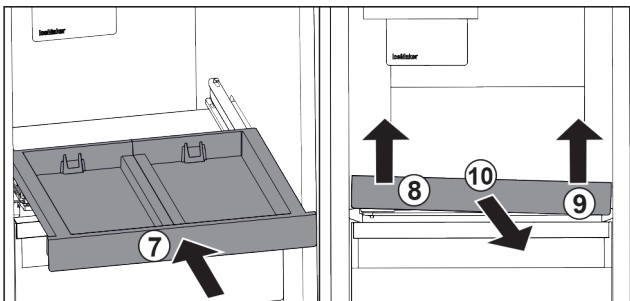

Fig. 98
- Auszugsbord einschieben. Fig. 98 (7)
- Auszugsbord vorne links anheben. Fig. 98 (8)
- Auszugsbord vorne rechts anheben. Fig. 98 (9)
- Auszugsbord nach vorne entnehmen. Fig. 98 (10)